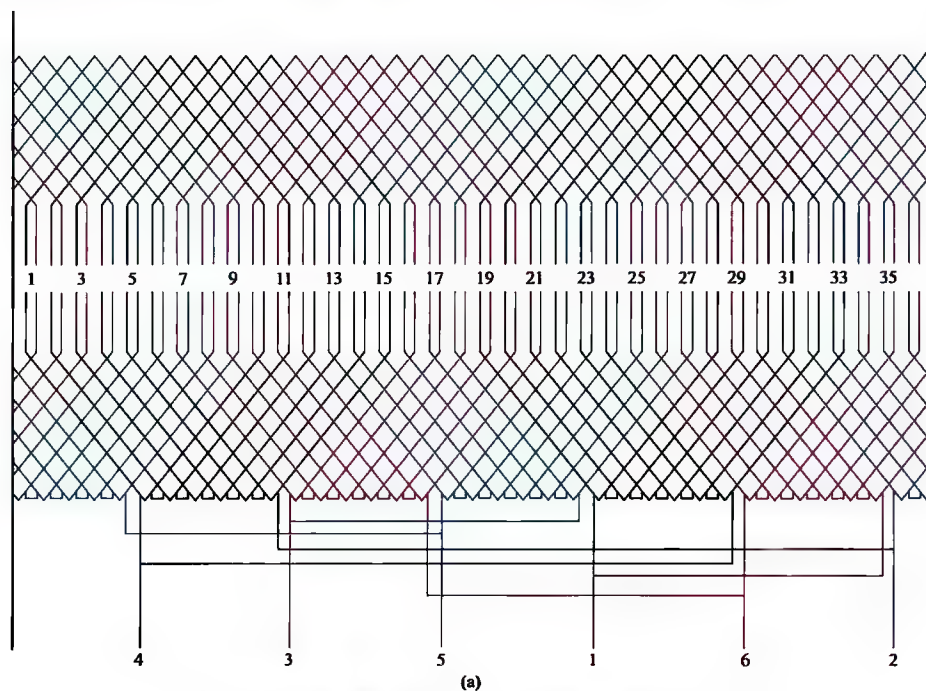

图 2-3 36 槽 $4/2$ 极、 $\triangle/2Y$ 接法绕组 (一)
3. 36 槽 $4/2$ 极、 $\triangle/2Y$ 接法绕组展开图、接线圆图与接线简图 (见图 2-3)